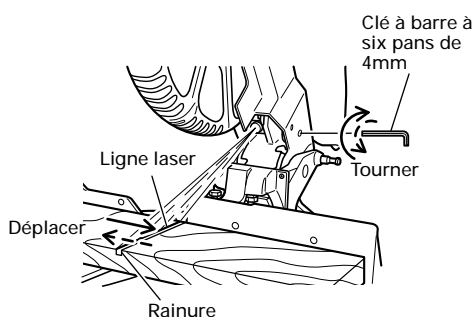

Fig. 16
- (1) Allumer le marqueur laser et marquer une rainure de 3/16" (5mm) environ de profondeur sur la pièce qui a une hauteur de 1-1/2" (38mm) et une largeur de 3-1/2" (89mm). Maintenir la pièce rainurée dans un étau telle qu'elle est et ne pas la déplacer.
- (2) Ensuite, insérer une clé à barre hexagonale de 4mm dans l'orifice de diamètre 12 sur le côté du carter d'engrenage, et tourner la vis boulonnée à douille hexagonale pour déplacer le trait laser. (Si l'on tourne la vis à tête creuse à six pans dans le sens des aiguilles d'une montre, le trait laser se déplace vers la droite, et si l'on tourne la vis dans le sens inverse, le trait laser se déplace vers la gauche.) Si on travaille avec la ligne tracée à l'encre sur le côté gauche de la lame de scie, il faut aligner la ligne laser avec le côté gauche de la rainure. (Fig. 16) Si on travaille avec la ligne tracée à l'encre sur le côté droit de la lame de scie, il faut aligner la ligne laser avec le côté gauche de la rainure.